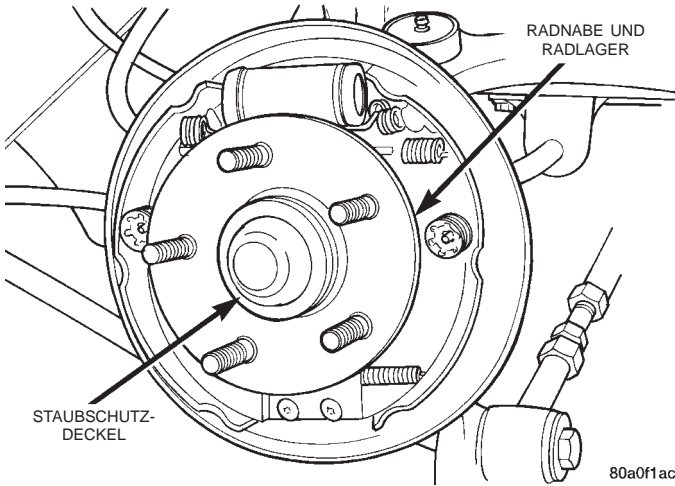

Abb. 79 Staubschutzdeckel auf Hinterradnabe und -radlager
(5) Den Staubschutzdeckel (Abb. 79) von Radnabe und Radlager abnehmen.
(2) Den Staubschutzdeckel für Radnabe und Radlager (Abb. 79) aufsetzen und mit einem Gummihammer festklopfen.